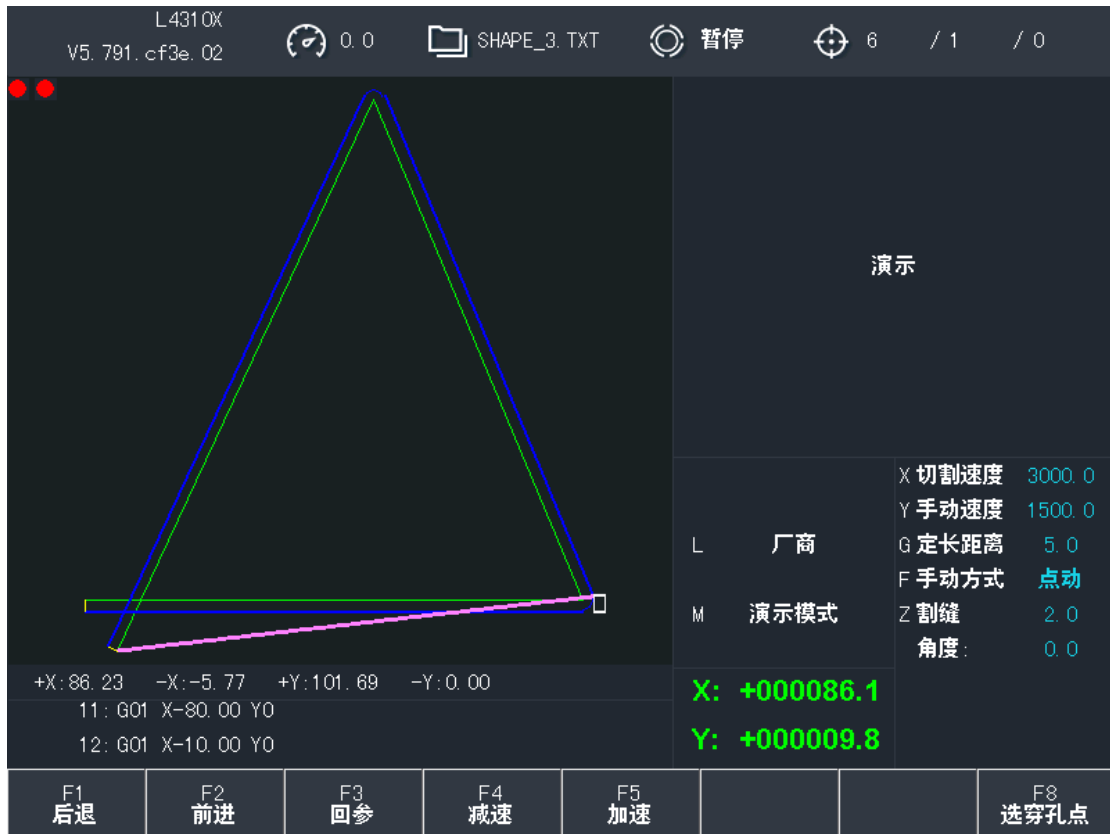

图 4.23 直接空行至选择的穿孔点
- 在切割界面按 F1，系统会直接空行到选择的行号或穿孔点处，如图 4.23，然后暂停，等待进一步的操作。